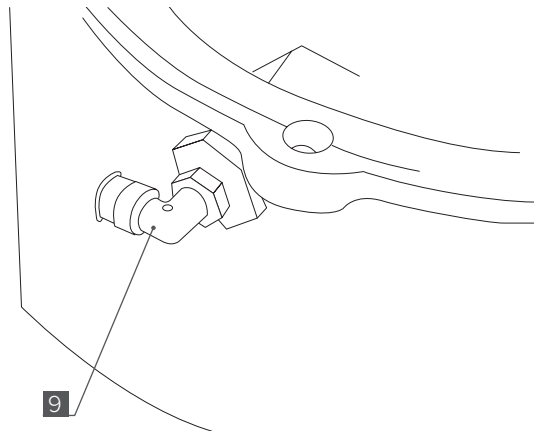

Рис. 7
6. В фutorку с внешней части картера установите фитинг 1/4 угловой [9]. Рис. 7.